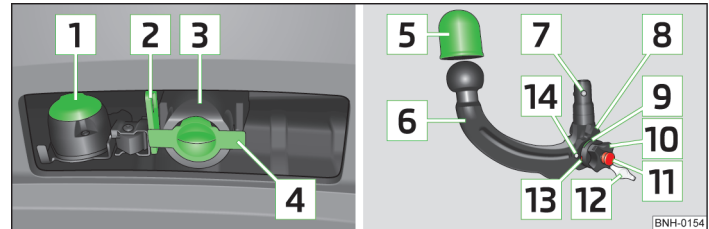

Abb. 104 Träger der Anhängervorrichtung / Kugelstange
- Die Abdeckkappe für den Aufnahmeschacht » Abb. 104 auf Seite 117 nach unten abziehen.
- Die Abdeckkappe für den Aufnahmeschacht **4** » Abb. 104 auf Seite 117 einsetzen.